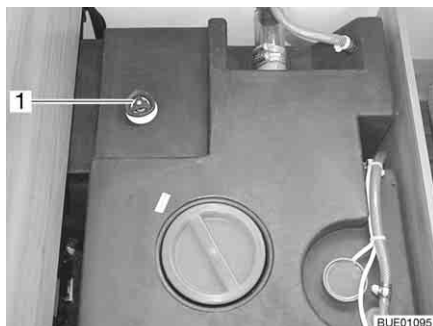

Bild 232 Vattentank med ratt
- Vrid ratten (Bild 232,1) på vattentanken medurs till stoppläget.
- Vrid ratten (Bild 232,1) på vattentanken moturs till motståndet. Vattnet rinner ut tills 60 liter är kvar.